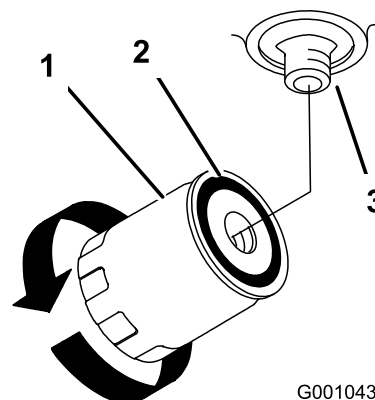

Figure 61
- Localisez le filtre sous la base du moteur et placez un bac de vidange sous le filtre (Figure 61).
- Déposez le filtre usagé et essuyez la surface du joint de l'adaptateur (Figure 61).
- Quand le filtre hydraulique est plein, tournez le filtre à huile dans le sens horaire jusqu'à ce que le joint touche l'adaptateur, puis donnez un 1/2 tour supplémentaire (Figure 61).